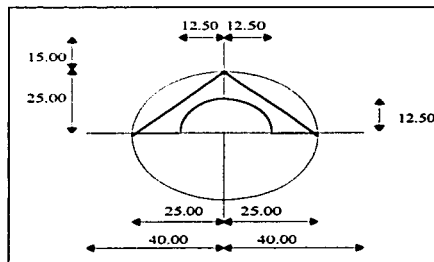

FIG. 5.4.2 NORTE.
**Active** la capa bloques, **elabore** los siguientes dibujos y después transfórmelos a bloques con las medidas indicadas en las FIGS. 5.4.2, 5.4.3, 5.4.4, 5.4.5 y 5.4.6.